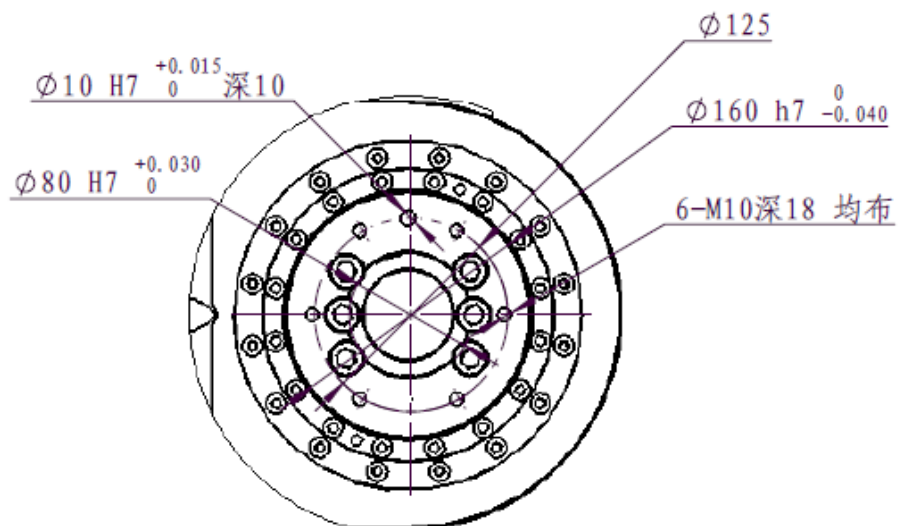
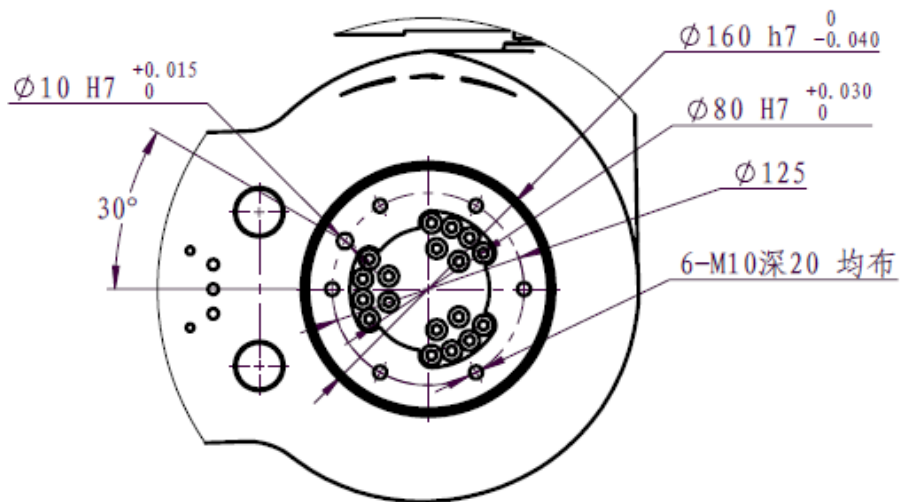
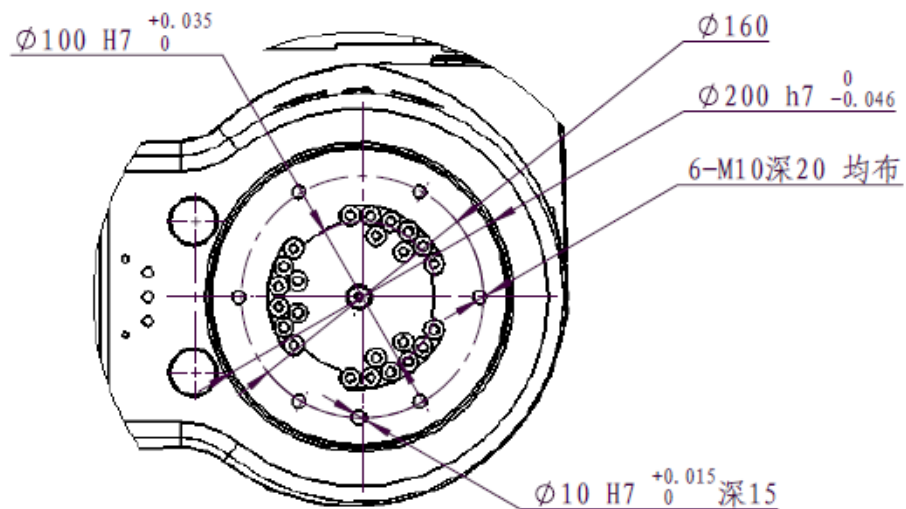

图 3-8 SP120 工具法兰安装尺寸图
图 3-9 SP200 工具法兰安装尺寸图
图 3-10 SP275 工具法兰安装尺寸图
2、SP120 机器人工具法兰安装尺寸如图 3-8 所示。SP200 机器人工具法兰安装尺寸如图 3-9 所示。SP275 机器人工具法兰安装尺寸如图 3-10 所示。